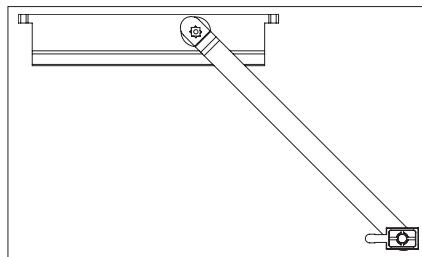

Рис. 36
- установить тягу на монтажный хвостовик вала доводчика и зафиксировать ее винтом. Тяга должна располагаться под углом к плоскости доводчика (рис.36);